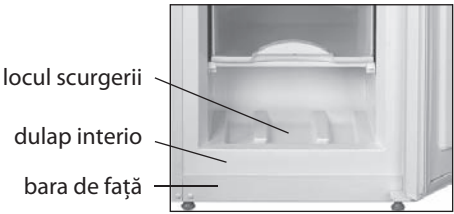

Figura 5 – Colectarea apei
4.1 În timpul dezghețării congelatorul, apa care apare când se topește stratul de zapadă trebuie să fie ștearsă din zona de scurgere cu un material absorbant în conformitate cu Figura 5. Apoi congelatorul trebuie să fie spălat și șters bine.
ATENȚIE! Nu permiteți scurgerea apei în timpul dezghețării și curățării congelatorului. Dacă apa ajunge la consola frontală a carcasei interne și externe, vezi Figura 5, aceasta poate provoca coroziunea exterioară a congelatorului și a pieselor de congelare automata, cit și perturbarea materialelor de izolare, ceea ce duce la formarea fisurilor interne și la eșecul congelatorului.